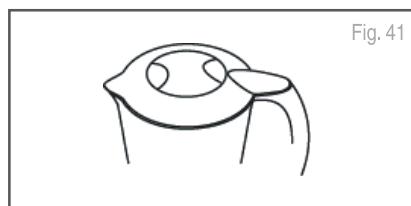

Fig. 41
6. Gire la presilla hacia la derecha, la presilla sujetadora debe alinearse con la parte superior del mango de la jarra (Fig. 41).